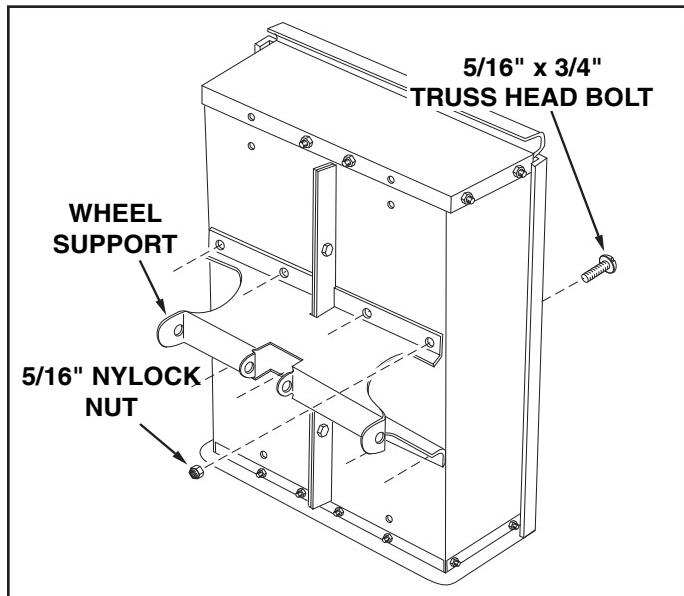

FIGURE 6
10. Assemble the wheel support to the cart using eight $5/16'' \times 3/4''$ truss head bolts and $5/16''$ nylock nuts as shown in figure 6. Heads of bolts go on the inside of the cart. **Tighten**.
10. Assemblez le support de roue à la remorque en utilisant 8 boulons à tête bombée 5/16" x 3/4" et des contre-écrous hex. de 5/16" comme montré dans la figure 6. Les têtes de boulons vont à l'intérieur de la remorque. Serrez.